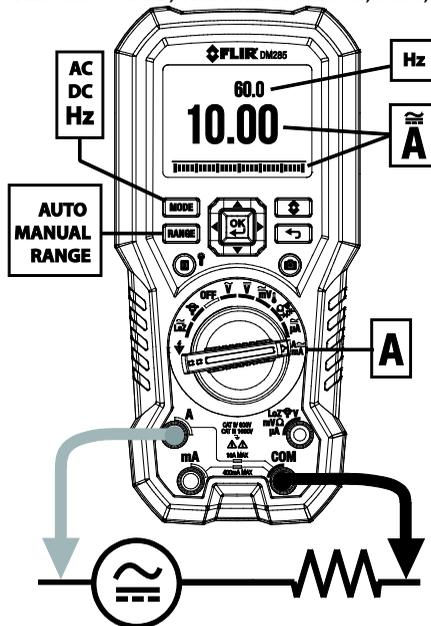
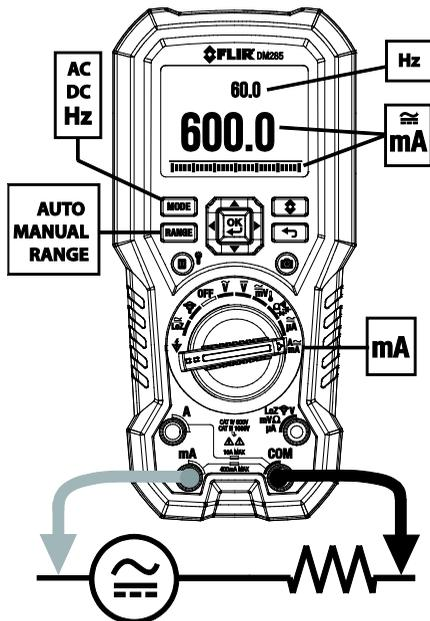
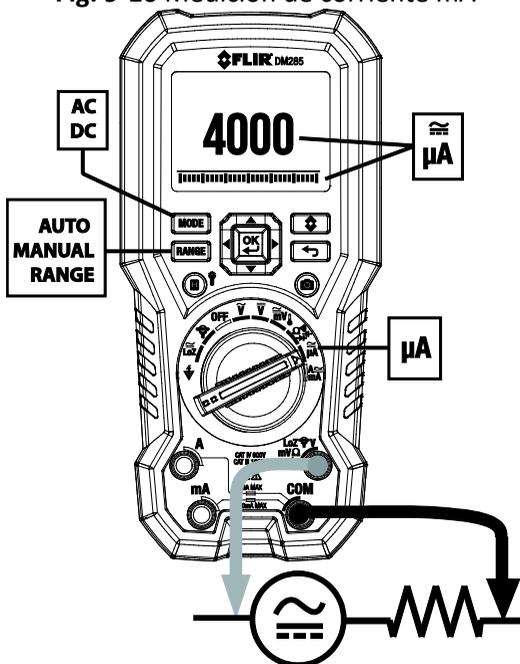

Fig. 9-9 Medición de Corriente Alta 'A'
Fig. 9-10 Medición de corriente mA
Fig. 9-11 Medición de corriente μ A
4. Conecte los cables del sensor en serie con la parte en conformidad con la **Fig. 9-8** y **Fig. 9-9** para mediciones 'A', **Fig. 9-10** para mediciones mA, o **Fig. 9-11** para mediciones μ A.